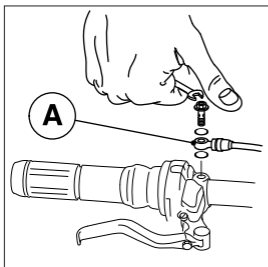

Fig. 13
- Den Anschluss A (Abb. 13) der entsprechenden Pumpe abnehmen und die beiden Schläuche untereinander vertauschen, dann den Anschluss wieder anbringen und fortfahren wie unter Punkt 2.3 beschrieben.